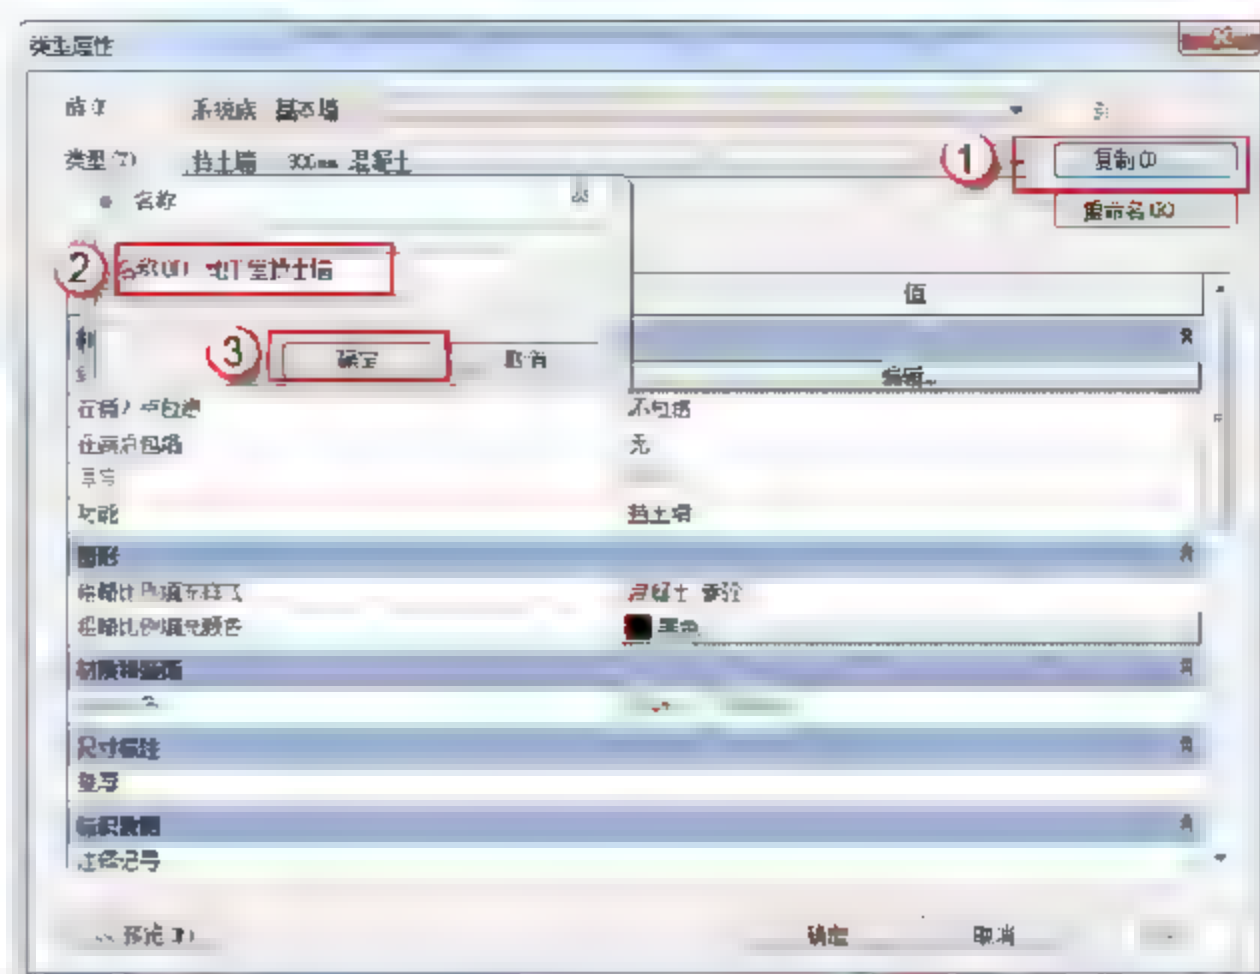

图 9.1.15 复制创建挡土墙类型
(2) 复制创建“挡土墙”族类型。在弹出的“类型属性”对话框中，在族的类型中选择“系统族：基本墙”，单击“复制”按钮，在弹出的“名称”对话框中输入“地下室挡土墙”字样，单击“确定”按钮，如图9.1.15所示。